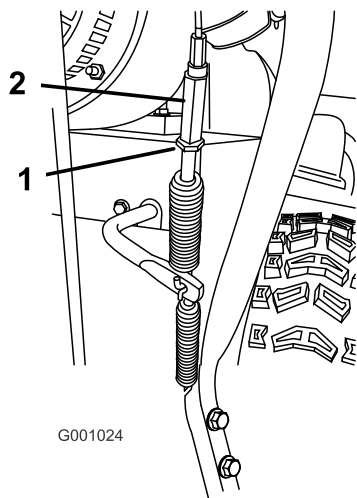

Рисунок 46
5. Ослабьте затяжку контргайки (Рисунок 46).
6. Ослабьте натяжение или подтяните винтовую стяжку для регулировки натяжения троса (Рисунок 46).